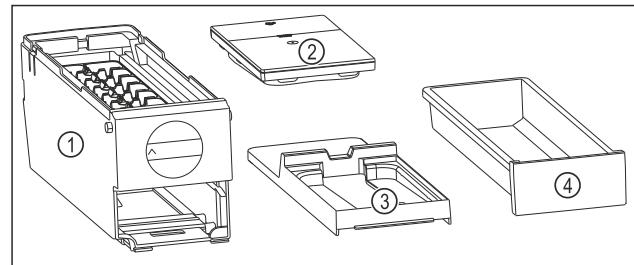

Fig. 143 Súčasti EasyTwist-Ice
- Rozložte EasyTwist-Ice len na tie súčasti, ktoré sú na obrázku. (pozri Fig. 143)
- Korpus EasyTwist-Ice Fig. 143 (1) vyčistite ako celok.
- EasyTwist-Ice je rozložený na štyri časti. (pozri Fig. 143)